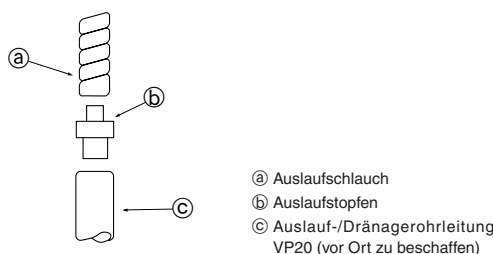

Fig. 5-1
5.1. Verlegung der Auslauf-/Dränagerohrleitung (Fig. 5-1)